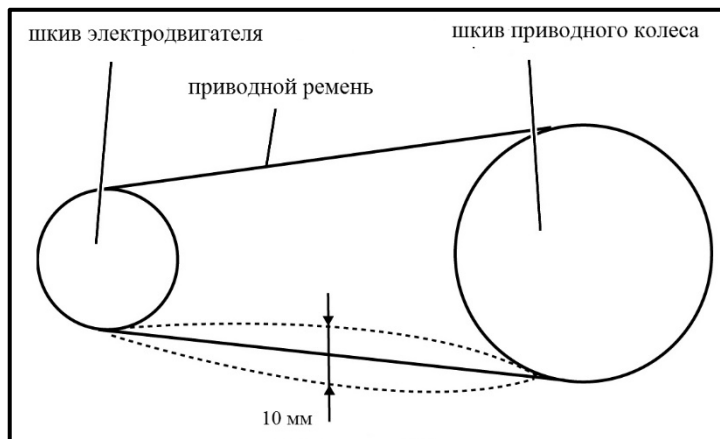

Рисунок 20.
- При нажатии посередине между шкивами приводной ремень должен прогнуться примерно 10 мм (рис. 20).